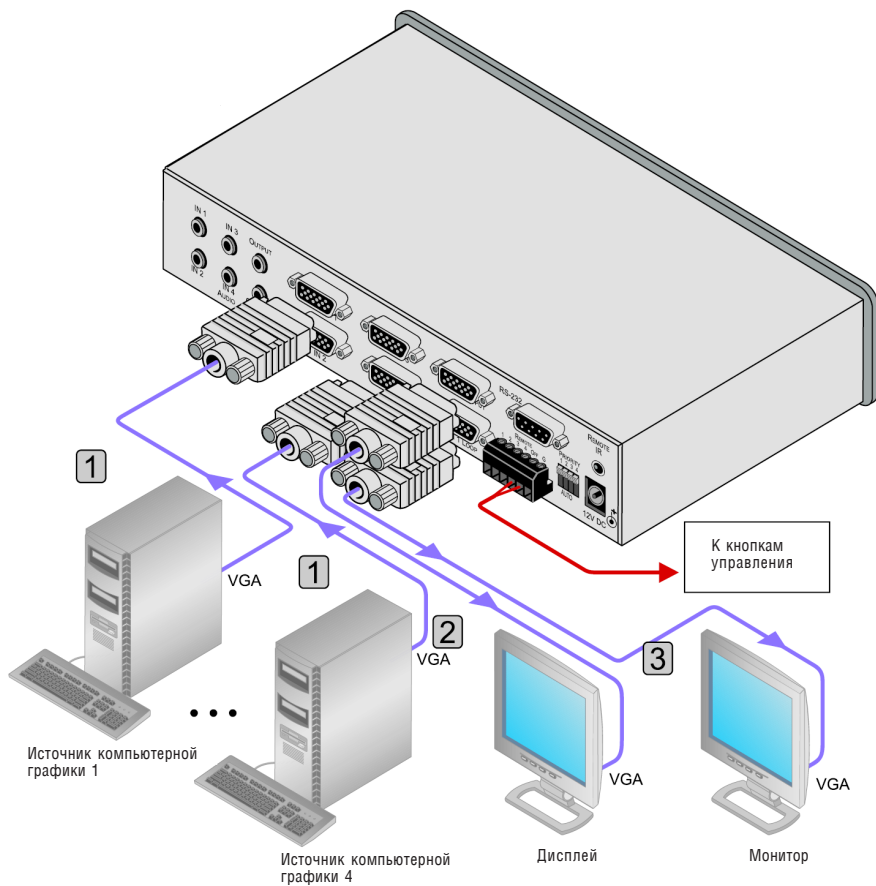

Рис. 3. Подключение VP-411DS
Метод подключения **VP-411DS** иллюстрирует рисунок 3. Перед подключением выключите питание всех устройств в системе. После выполнения подключений включите питание VP-411DS, а затем питание остальных устройств.
1. Подключите до 4-х источников сигнала UXGA/AUDIO (например, компьютеры) ко входам UXGA IN (типа HD-15) и AUDIO IN (3,5-мм гнезда) (на рис. 3 аудиоподключения не показаны).